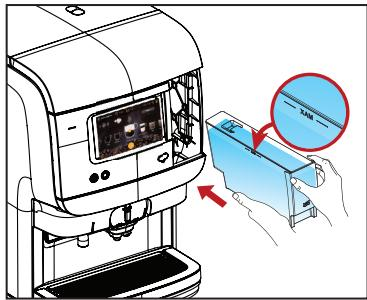

Fig.4
4. Erġa' imla t-tank tal-ilma sal-livell MAX (massimu) b'ilma nadif u frisk u erga' poġġihs fid-distributur. (Ara Fig.4)